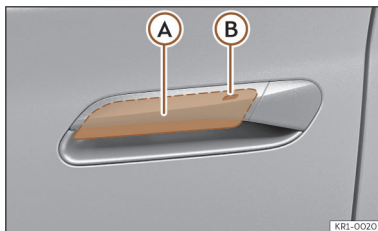

Fig. 69 Manípulo da porta: superfícies sensoras.
>>> **Fig. 69**
- Toque na superfície sensora >>> **Fig. 69 (B)** situada no lado exterior do manípulo da porta. Todos os indicadores de direção piscam uma vez.
- Antes de passarem 5 segundos, toque uma vez no sensor do lado exterior do manípulo da porta >>> **Fig. 69 (B)**. Ao fazê-lo, não agarre o manípulo. O sistema Keyless Access fica desativado temporariamente.